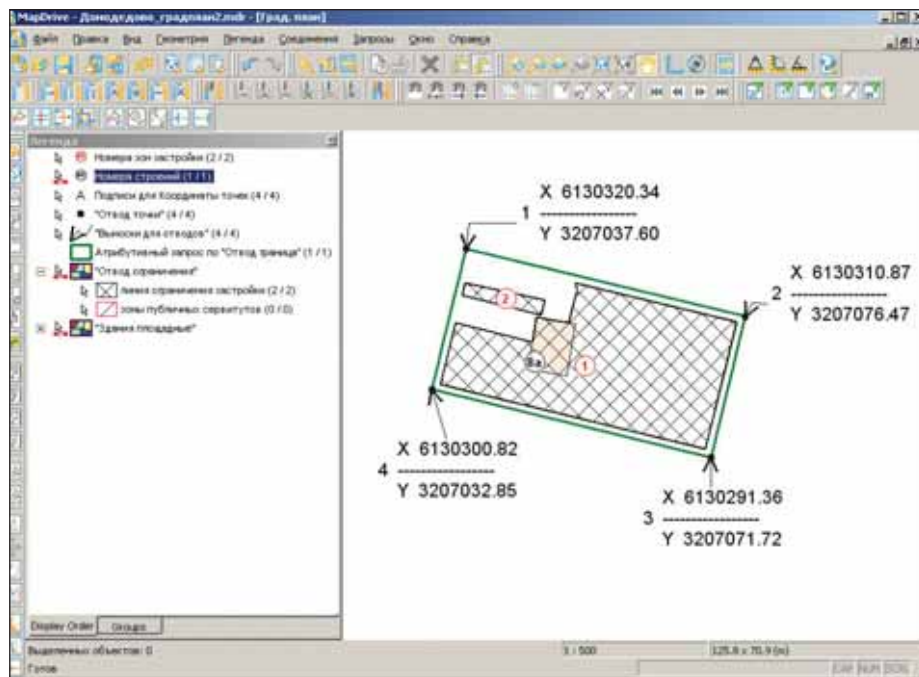

Рис. 2. Чертеж градостроительного плана земельного участка, выполненный в инструментальной ГИС CS MapDrive
- в автоматизированном режиме подготавливаются градостроительные документы: градостроительные планы земельных участков (рис. 2), разрешения на строительство и ввод объектов в эксплуатацию, акты выбора земельных участков, ситуационные планы и др.